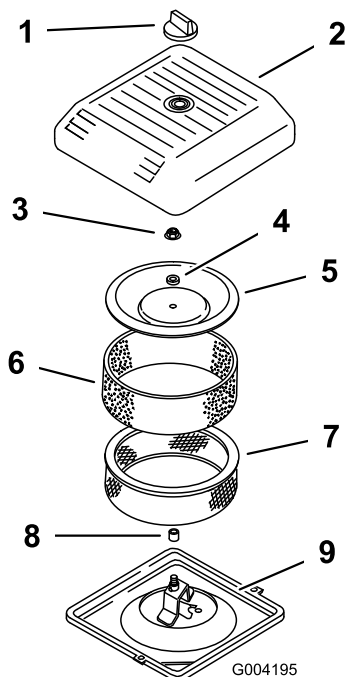

Figura 25
4. Desenrosque el pomo y retire la cubierta del limpiador de aire (Figura 25).
5. Deslice cuidadosamente el prefiltro de gomaespuma para separarlo del elemento de papel (Figura 25).
6. Desenrosque la tuerca de la tapa y retire la tapa, el espaciador y el filtro de papel (Figura 25).
2. Coloque el conjunto del limpiador de aire sobre su base (Figura 25).
3. Instale la tapa y el espaciador y fíjelos con la tuerca de la tapa (Figura 25). Apriete la tuerca a 11 Nm (95 pulgadas-libra).
4. Instale la cubierta del limpiador de aire y fíjela con el pomo (Figura 25).